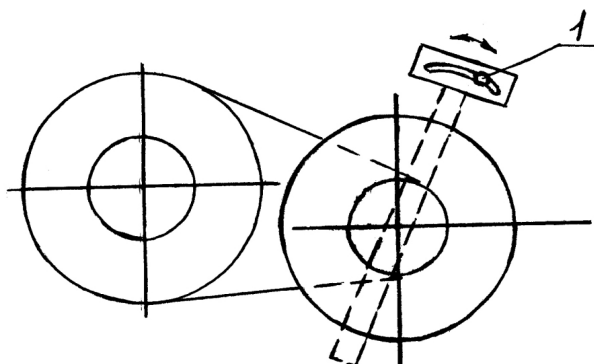

Рисунок 2. Схема механизма натяжки ремня
- произвести проверку состояния ремней привода, при необходимости произвести их натяжение. Для подтяжки клиновых ремней необходимо отпустить гайку 1 (рис.2) на 2-3 грани и переместить кронштейн шкива до нормальной натяжки ремня. Болты затянуть.